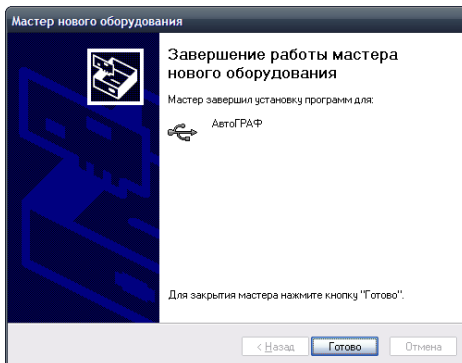

Рисунок 4.
13. В случае успешного завершения установки, на экране появится следующее окно: (рисунок 4). Нажмите кнопку «Готово».